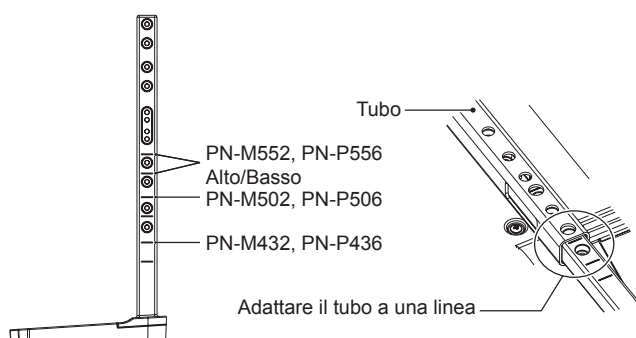

Figura 1
1. Le linee sull'asta del supporto sono indicatori della regolazione dell'altezza (Figura 1). Adattare il tubo alle linee.